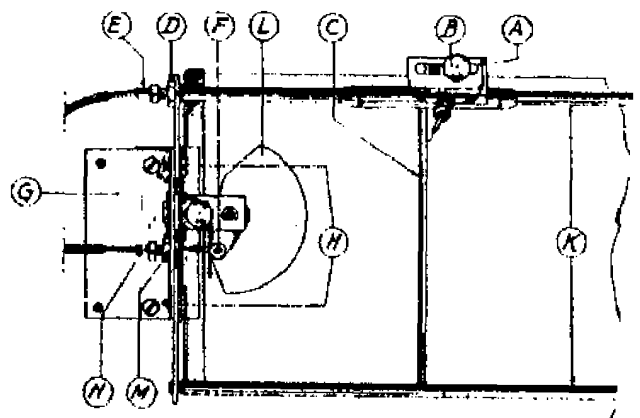

Fig. 7
4. Beugeltje A (fig. 7) losschroeven van wijzer.
1. Beugels G (fig. 7) losschroeven van de kast. De schaal is dan los van de kast.
Teneinde een goede lichtstreep op de schaal te verkrijgen, moet de wijzer zoo dicht mogelijk langs de schaal bewegen, zonder deze echter te raken. De afstand van de wijzer tot de schaal is daarom instelbaar gemaakt. Door n.l. de zeskante kop-schroeven H los te draaien (fig. 7), kunnen de stange A K zoo worden ingesteld dat de wijzer vlak langs de schaal loopt.